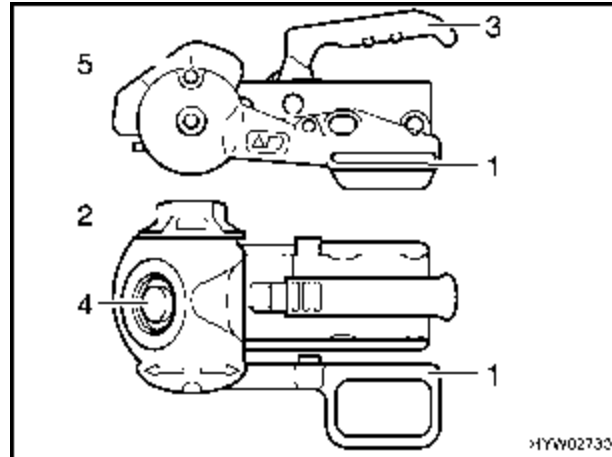

Fig. 3 Acoplamiento de seguridad AKS 1300
- Situar la palanca de estabilización (Fig. 3,1) en la posición superior.
- Girar la ruedecilla (Fig. 3,2) en sentido contrario a las agujas del reloj hasta alcanzar el tope de la posición de abierto.
- Tirar de la palanca de acoplamiento (Fig. 3,3) hacia arriba.
- Durante el control visual: El punto verde del indicador de seguridad (Fig. 3,4) debe estar visible.
- Empujar la palanca de estabilización hacia abajo hasta que la marca de la palanca de estabilización coincida con la de la carcasa de estabilización (Fig. 3,5).